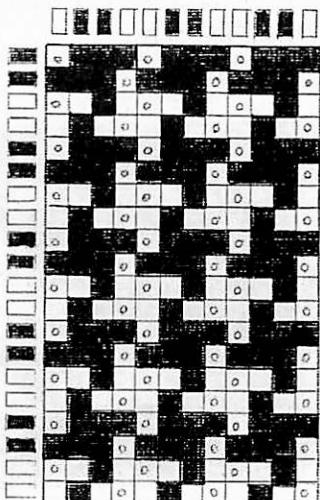

図2 マジックしおりに使つた図柄
写真8の①は、図2のように白い糸に綿糸、黒い糸にまわたの糸（紬糸）を配